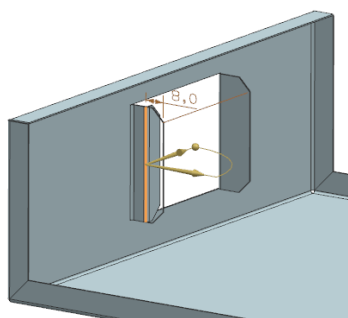

图 6-116 预览显示所创建的折弯特征
(4) 单击“完成” 图标, 草图绘制完毕, 视图区预览显示如图 6-116 所示的钣金件。